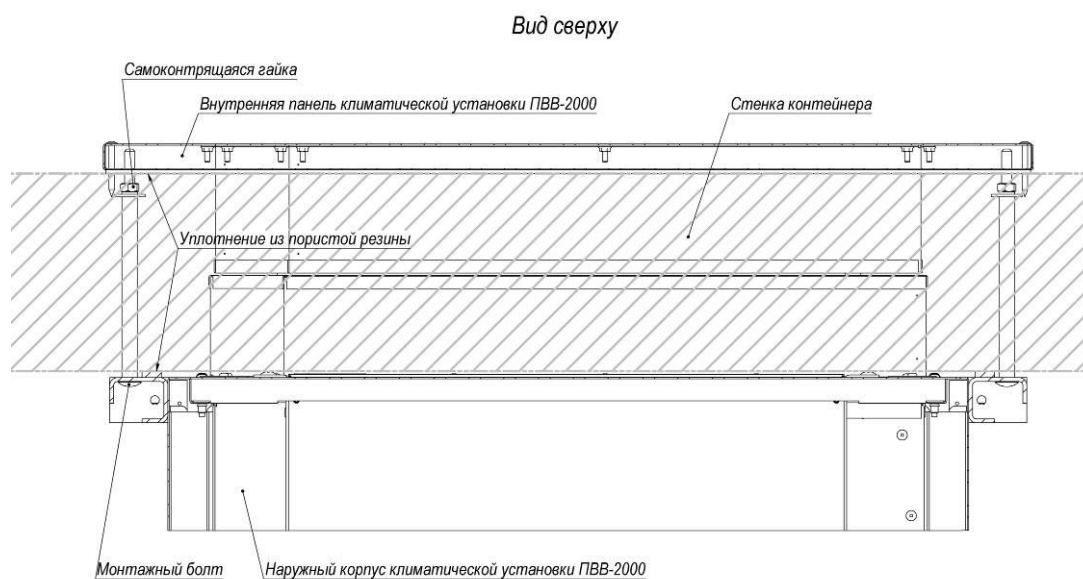

Рис. 11 Установка блока приточной вентиляции
- Вставить монтажные болты в крепежные отверстия блока с наружной стороны и закрепить их гайками через уплотнительные шайбы внутри контейнера. Толщина стенки контейнера может составлять от 80 до 150 мм. В соответствии с толщиной стены боковыми кронштейнами регулируется глубина блока управления Free Cooling. Схема монтажа приточного блока показана на рис. 11.